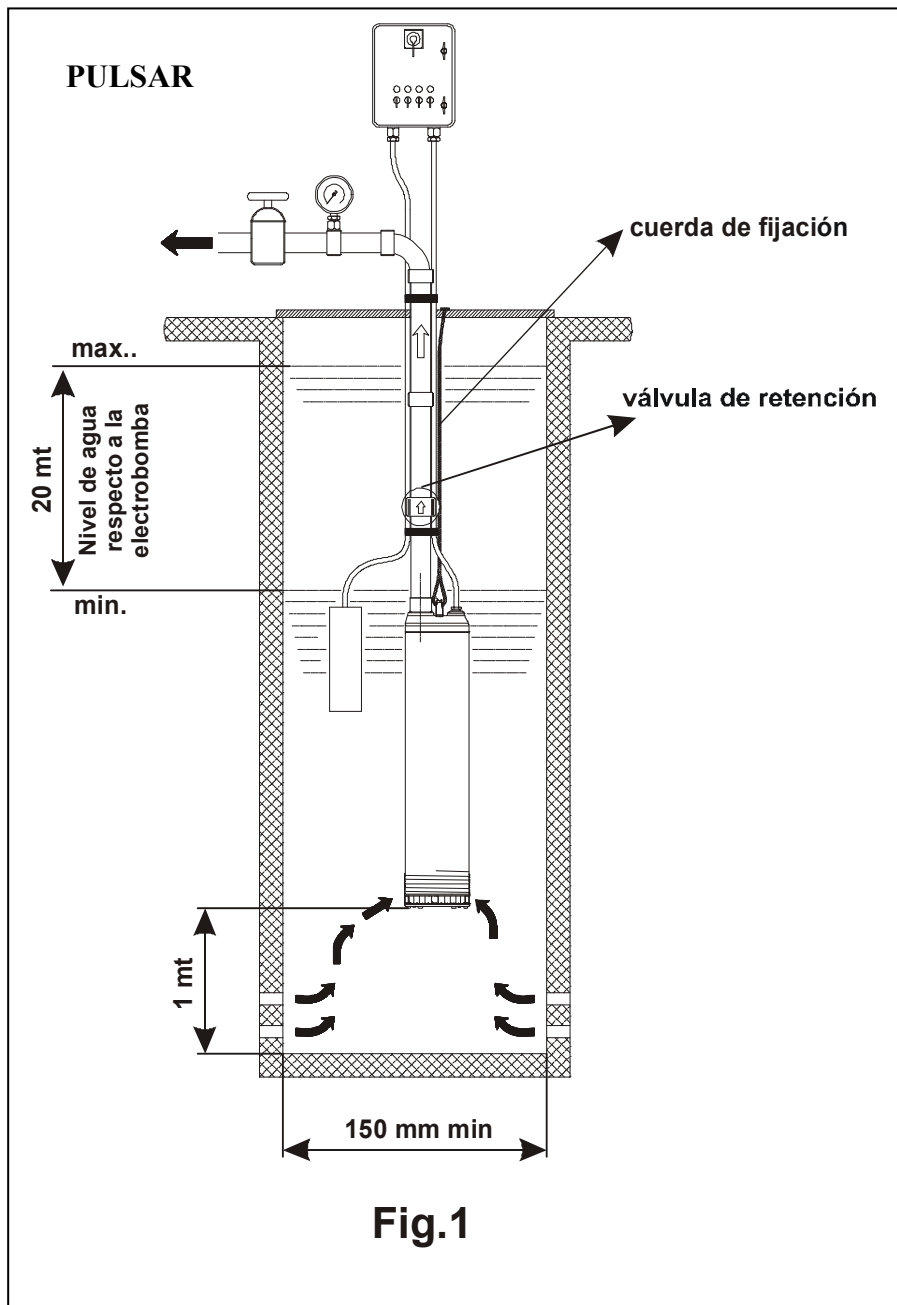

Fig.1
- Es muy importante que el nivel de agua no descienda nunca por debajo del cuerpo de la electrobomba. (Fig.1).
- Al bajar la electrobomba utilizar siempre una cuerda o cadena atada al gancho superior del aparato (Fig.1).
Instalar una válvula de retención en el tubo de impulsión, a una distancia de al menos 2 mt de la boca de suministro de la electrobomba. (Fig.1)